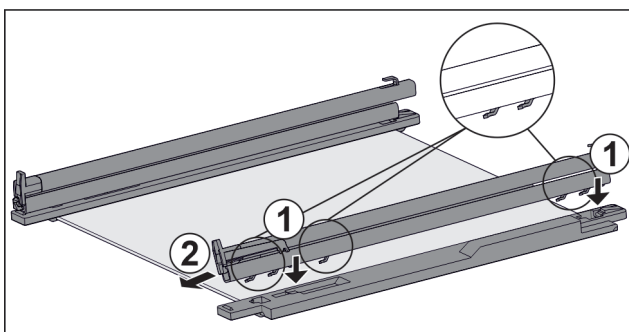

Fig. 138 Glasplatte mit Schienen und Halteteilen
- ▶ Haken der Schiene auf die Öffnungen des **linken** Halteteils setzen. Fig. 138 (1)
- ▶ Schiene nach vorne ziehen. Fig. 138 (2)
- ▶ Haken der Schiene auf die Öffnungen des **rechten** Halteteils setzen. Fig. 138 (1)